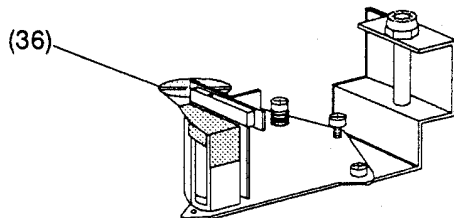
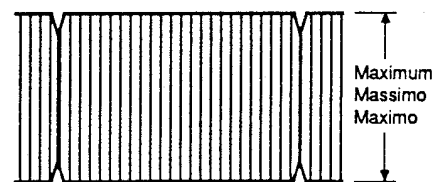

Fig. 44
Fig. 45
- Hüllkurve (FM vom Band) mit Mutter (36) auf maximale Amplitude einstellen (Fig. 44, Fig. 45).
- Set the envelopes (FM Tape) to maximum amplitude (Fig. 44, Fig. 45) with the nut (36).